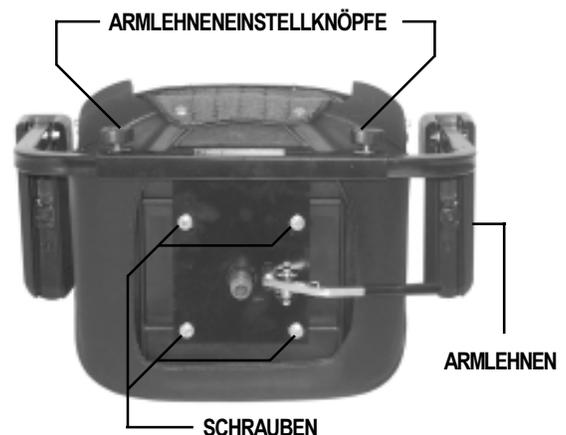

Abb. 13. Sitz Einstellung
1. Sitzarretierungshebel hochziehen, um den Sitz zu entriegeln. Siehe Abb. 13.
Die Armlehnenbreite Ihres Elektromobils kann nach innen oder nach außen verstellt werden. Siehe Abb. 13.
Der Abstand zwischen dem Sitz und dem Lenker kann durch das Vorwärts- oder Rückwärtsschieben des Sitzes in einer von drei Positionen eingestellt werden. Siehe Abb. 13.
2. Sitz umdrehen, um die Unterseite einzusehen. Siehe Abb. 13.